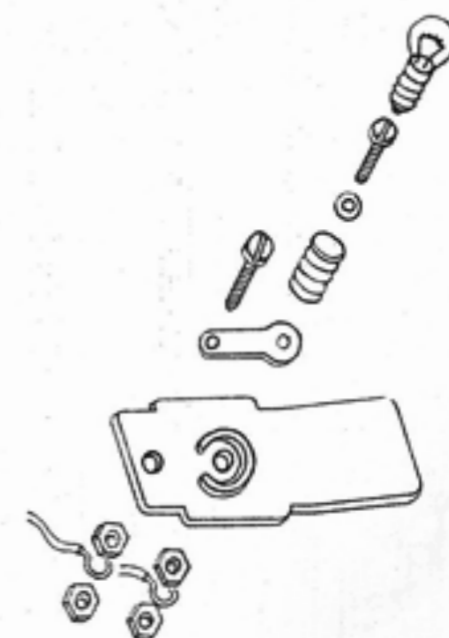
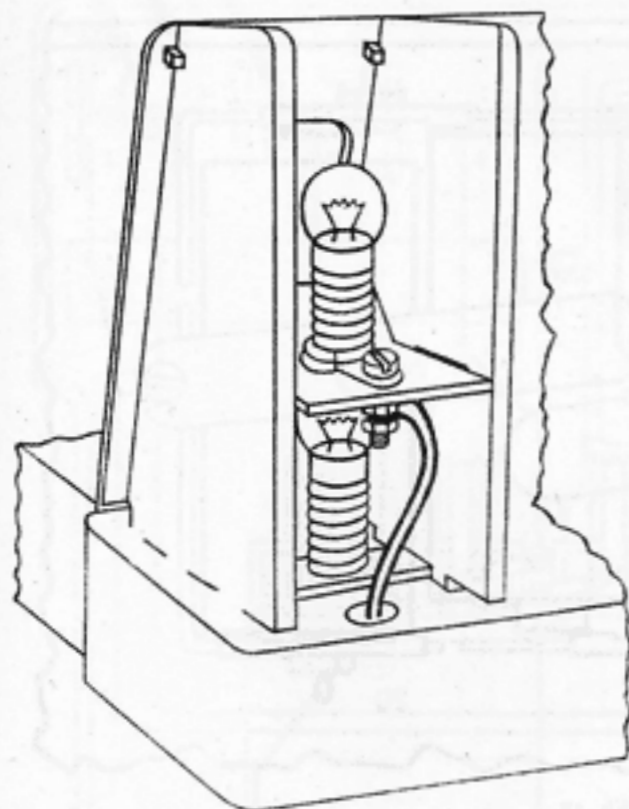

Abb. 10
Abb. 11
Die Zwischenrippen (8) müssen wir wieder vormontieren (Abb. 10). In den ringförmigen Ansatz der Zwischenrippe legen wir das Kontaktstück (23) ein und stecken den Lampensockel (21) auf. Erst wenn wir in den Lampensockel eine Isolierscheibe (30) eingelegt haben, dürfen wir die Zylinderschraube (28) hindurchführen und mit einer Sechskantmutter (26) befestigen. In die noch freie Bohrung wird ebenfalls eine
Zylinderschraube (28) eingesetzt und mit einer Sechskantmutter (26) festgeschraubt. Von einem 90 mm langen Stück Schaltdraht entfernen wir an beiden Enden je 9 mm der Isolierung, legen ein Ende um die Zylinderschraube, die den Lampensockel hält, und befestigen es mit einer zweiten Sechskantmutter (26). Von einem 250 mm langen Stück Schaltdraht entfernen wir ebenfalls von beiden Enden je 9 mm der Isolierung, legen das eine Ende aber um die zweite Zylinderschraube und befestigen es ebenfalls durch eine zweite Mutter. Zur Kontrolle vergleichen wir unser Arbeitsstück noch einmal mit der Abbildung 10. Abbildung 11 zeigt uns schon, wie wir die vormontierte Zwischenrippe zwischen den äußeren Rippen einbauen müssen. Dabei ist zu beachten, daß die äußerste Rippe nochmals aus ihrer Führung in der Blende gedrückt werden muß (Abb. 11). Nach dem Einsetzen der Zwischenrippe muß die äußerste Rippe wieder fest im Unterteil und zwischen den Zapfen der Blende klemmen. Die beiden an der Zwischenrippe befestigten Schaltdrähte stecken wir durch die Bohrung im Unterteil.